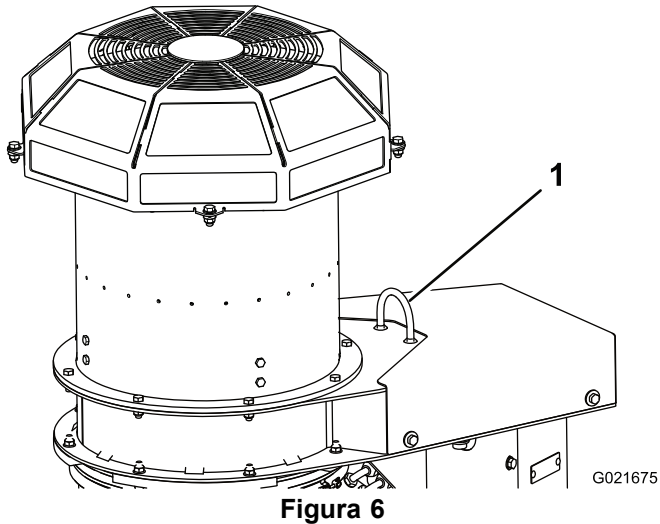

Figura 6
6. Retire la correa del palet y sujétela a la argolla de elevación del soplador (Figura 6). Eleve el soplador hasta que la correa esté tensada.